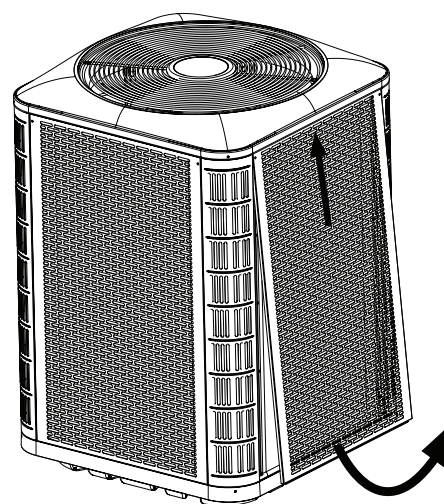
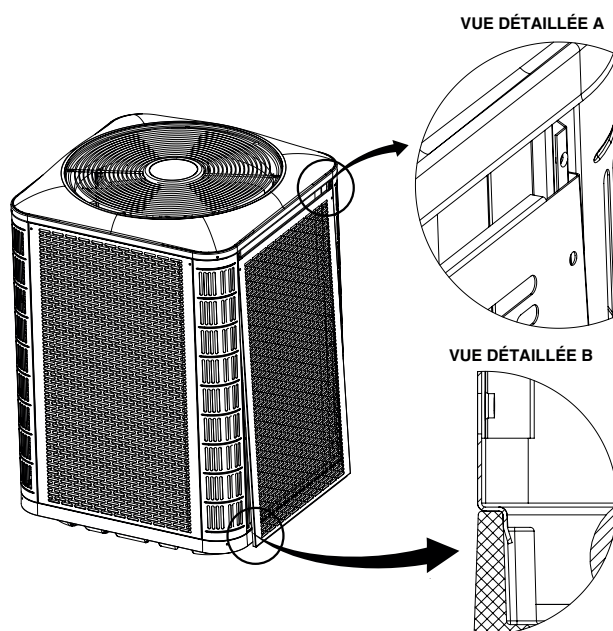

Figure 2. Désassemblage du panneau
Figure 3. Installation du panneau
- Pour accéder aux composantes internes de l'appareil, reportez-vous à la Figure 2, \(page 8\) pour désassembler le panneau et la Figure 3, \(page 8\) pour installer le panneau.
2. Glissez le panneau vers le haut et le bac supérieur pour dégager la bride inférieure du bac inférieur. Voyez la Figure 2.
1. Insérez les coins supérieurs des brides latérales du panneau dans les rainures du montant de coin, tel que montré au détail A dans la Figure 3.